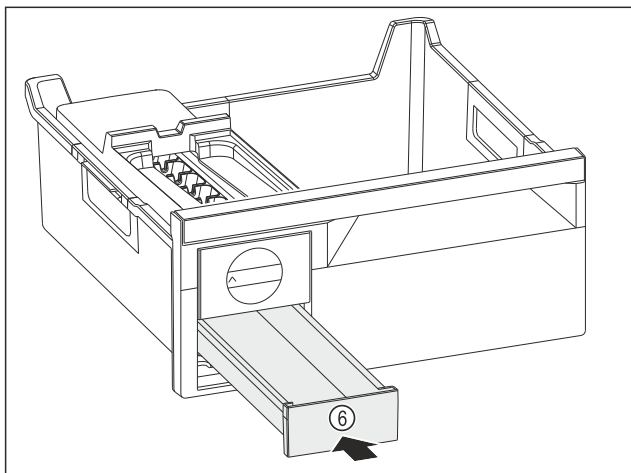

Fig. 141
- ▶ Umetnite Fig. 141 (6) pretinac za kockice leda.